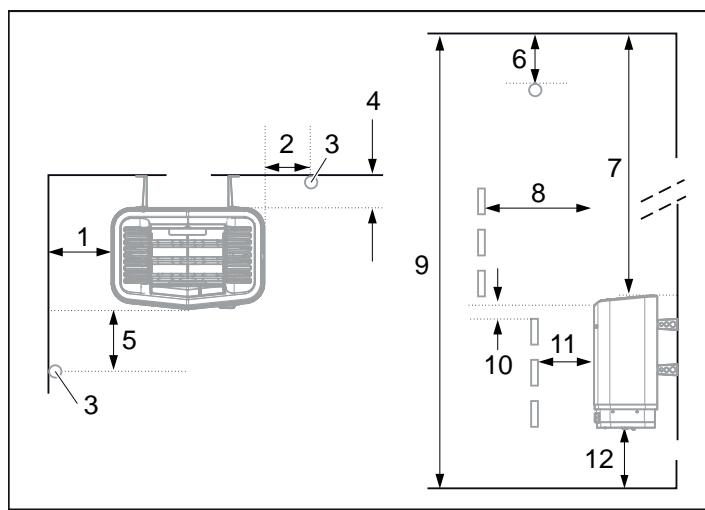
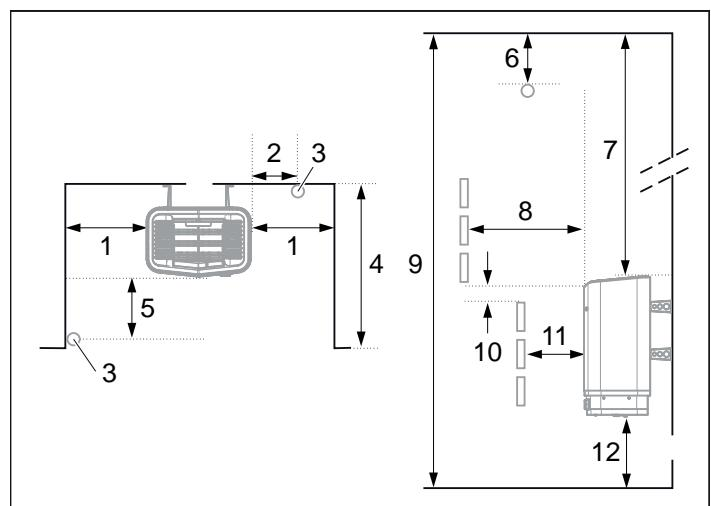

Fig 3: Placering av bastuaggregatet - normalmontage
Fig 5: Placering av bastuaggregat - nischmontage
- Planera sensors placering (se Fig 3, sidan 2 samt Fig 5, sidan 2).
- på samma vägg som dörren (endast i undantagsfall på sidoväggen, men då mycket nära dörrväggen). Aggregatet kan också placeras i nisch (se Fig 5).
- på säkert avstånd till golvet, sidoväggar och inredning (se Fig 3).
#### Placera sensorn enligt bilden (se Fig 3).
1. Placera aggregatet på säkert avstånd till golv, sidovägg och inredning (se Fig 5).
2. Placera sensorn enligt bilden (se Fig 5).